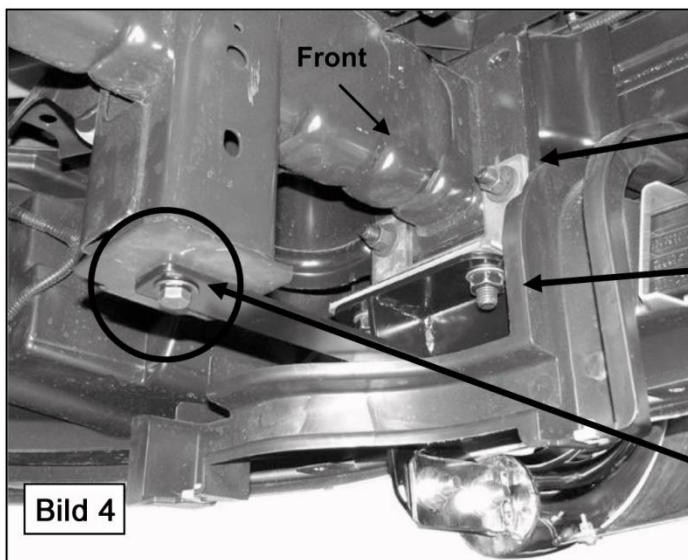

Bild 4
- Nehmen Sie (1x) die obere Halterung (passt bei Fzg. ohne Abschlepphaken links, wie auch rechts) und die Halterung für die Fahrerseite, **(Bild 3)**. Schrauben Sie die beiden Halterungen zusammen. Verwenden Sie hierfür: (2x) 12mm U-Scheibe, (2x) 12mm Sicherungsscheibe und (2x) 12mm Mutter, **(Bild 4)**. Ziehen Sie die Schrauben aber noch nicht fest an.
- Führen Sie die zusammengeschaubten Halterungen von hinten in die Stoßstange ein und richten Sie die Löcher mit den beiden Schrauben an der Stoßstange aus. Montieren Sie nun die Halterung an den Schrauben. Verwenden Sie hierfür die original Muttern. Ziehen Sie die Muttern aber noch nicht fest an, **(Bild 4)**.
- e) Befestigen Sie das flache Ende des Stützhalters am Rahmen des Fahrzeuges. Verwenden Sie hierfür: (1x) 12-1,5mm x 30mm **Spezial Sechskantschraube mit fein Gewinde**, (1x) 12mm U-Scheibe und (1x) 12mm Sicherungsscheibe, **(Bild 4)**. **WICHTIG:** Das untere Loch am Rahmen verfügt über ein **fein-Gewinde**. Verwenden Sie unbedingt nur die mitgelieferte Spezial Schraube. Ziehen Sie die Schrauben an, aber noch nicht fest.